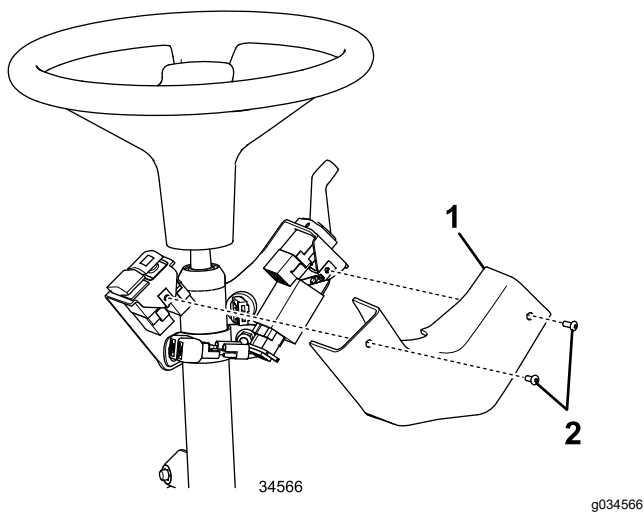

Figura 22
10. Installate il coperchio sul gruppo staffa del piantone con 2 viti a testa tonda a esagono incassato come mostrato in Figura 22